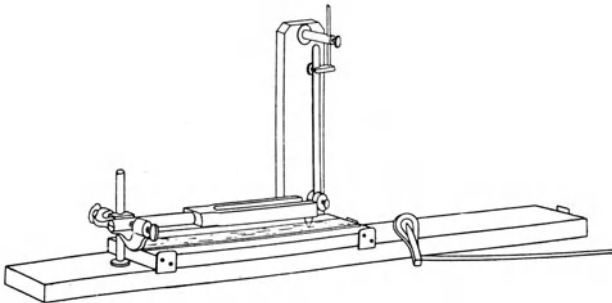

Fig. 100.
**Anleitung.** a) Stelle die Feder des Pendels so ein, daß es in der Sekunde  $1\frac{1}{2}$  bis 2 volle Schwingungen macht (Fig. 100). Bestimme